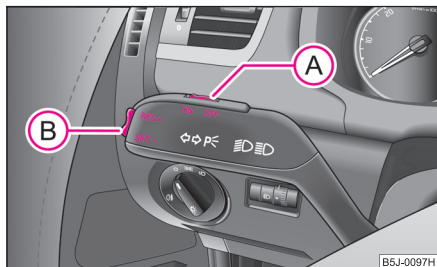

Fig. 117 Maneta: tasta basculantă și comutatorul sistemului de viteză de croazieră
- Apăsați comutatorul **A** ⇒ fig. 117 în poziția **ON**.
- Viteza memorată poate fi **mărită** fără acționarea pedalei de accelerație, prin apăsarea tastei **B** ⇒ fig. 117 în poziția **RES+**.
- Apăsați comutatorul **(A)** ⇒ pagina 100, fig. 117 spre dreapta în poziția **OFF**. ■